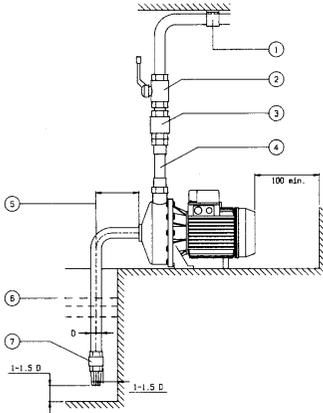

Abb.1
10.1 Installationsschema mit min. Funktionsräumen (Abb. 1)